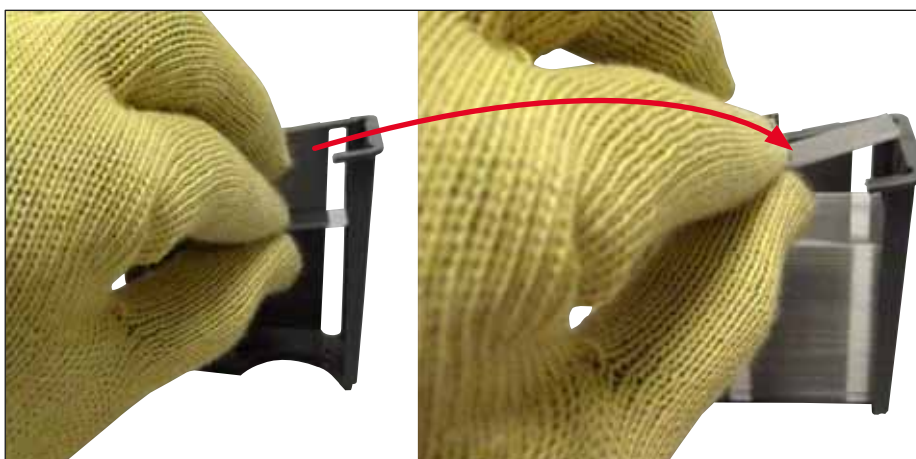

Рис. 64
- Убедитесь, что покровные стекла правильно вставлены в магазин (→ Рис. 64).